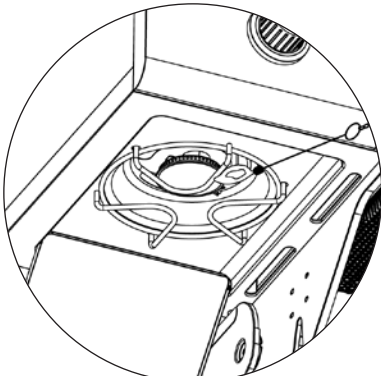

Figura 9
8. En caso de que el encendedor no encienda el quemador, use una cerilla encendida colocada en la vara de encendido que se acompaña para encender los quemadores manualmente. Acerque la llama de la cerilla al lado del quemador (vea Figura 9).